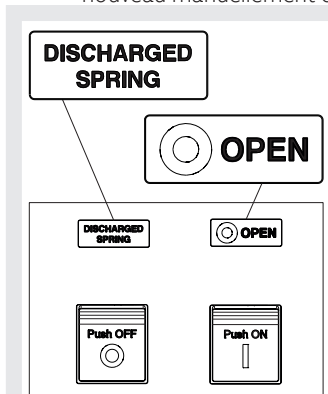

Figure 25
1. Disjoncteur ouvert avec ressorts débandés (voir Figure 25).